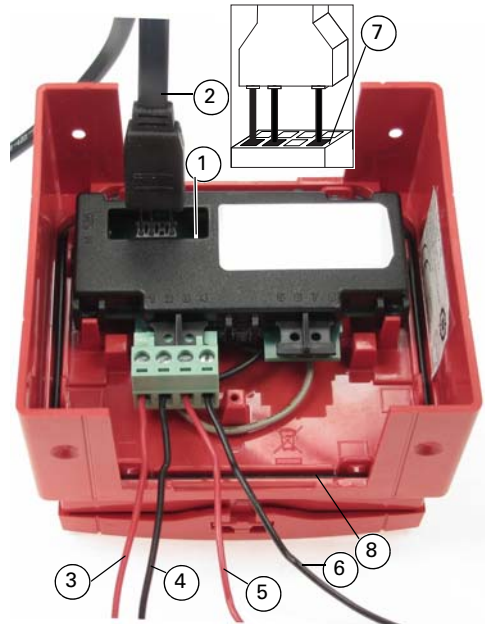

Fig. 2: Vista posterior e información de cableado del FC421CP-I
La dirección del FC421CP-I se programa antes de realizar la instalación mediante una herramienta de programación de direcciones. El cable de programación auxiliar se conecta al puerto de programación (ver los elementos 1 y 2 en la fig. 2). Consulte la fig. 2 como referencia.
Para que la comunicación con la herramienta de programación de direcciones funcione correctamente, asegúrese de que las patillas del cable de programación auxiliar penetren completamente en la hilera inferior del puerto de programación (ver el elemento 7 de la fig. 2).
- 3 Para realizar la conexión al FC421CP-I se utiliza el conector de terminales de 4 vías que se muestra en la fig. 2. De esta manera, se garantiza que la polaridad sea correcta.
- Todos los conductores deben estar libres de contactos con tierra. La configuración típica de los cables se puede consultar en la fig. 2.